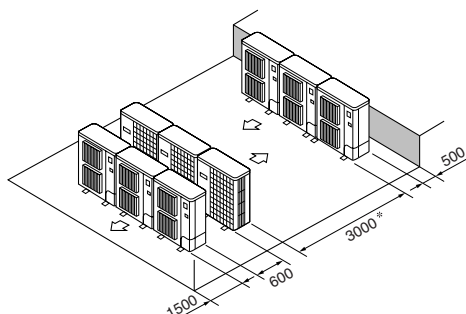

Fig. 2-13
- ⑥ Flere parallelle enheder arrangement (Fig. 2-13)